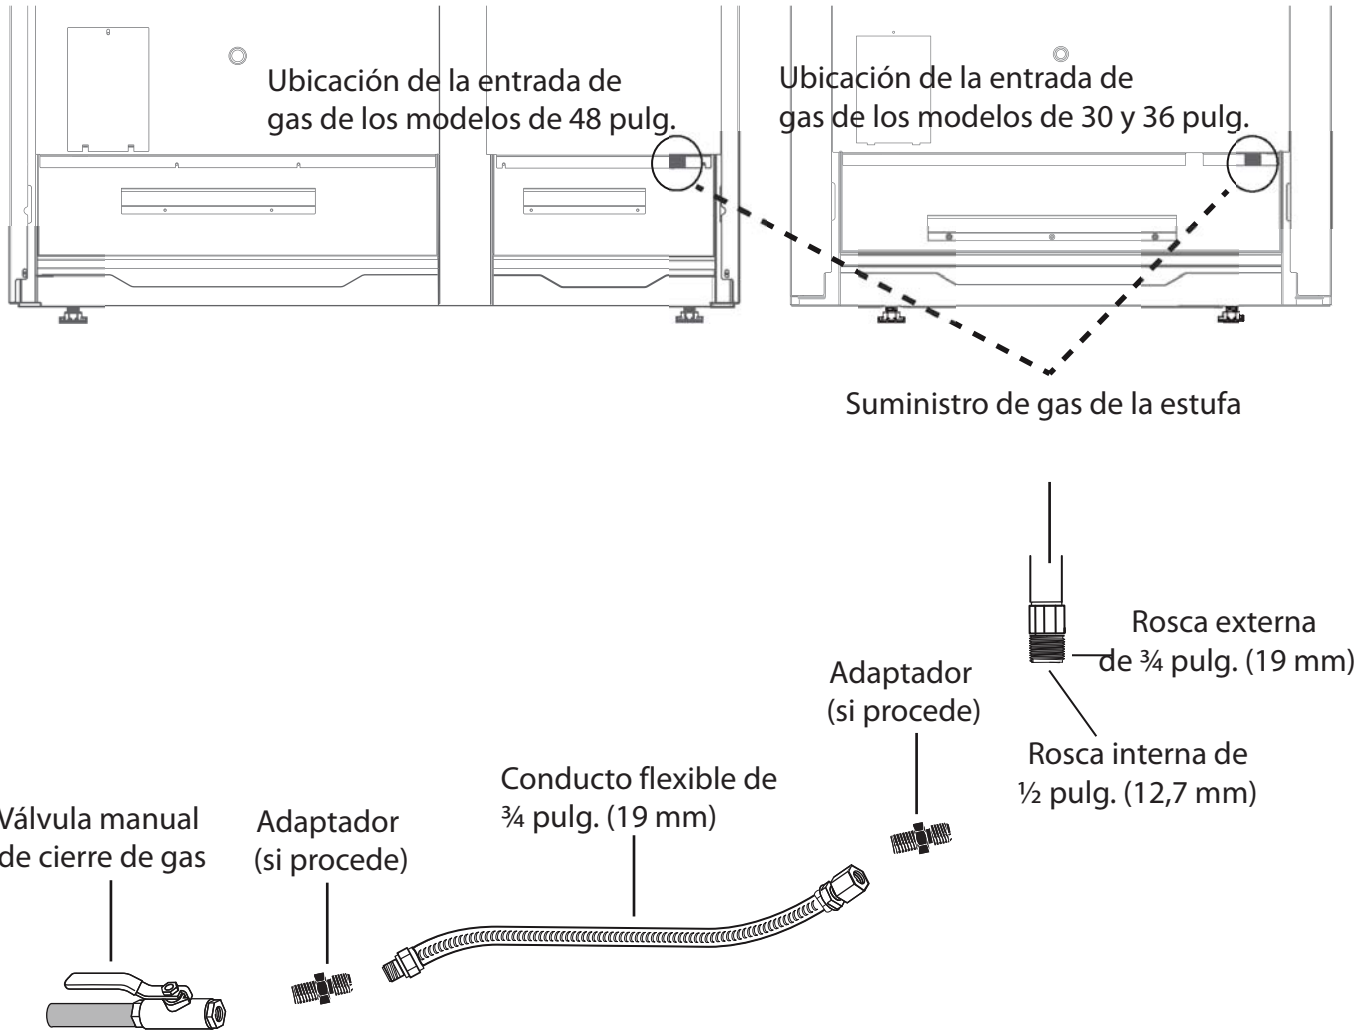

Figura 10: Conexión al suministro de gas
- Utilice una línea flexible de 3/4" entre el suministro de gas y la línea de suministro del aparato. La línea de suministro de gas está ubicada en la parte inferior derecha de todas las estufas. (Figura 10). La línea de suministro de gas del aparato es de tipo NPT 1/2".